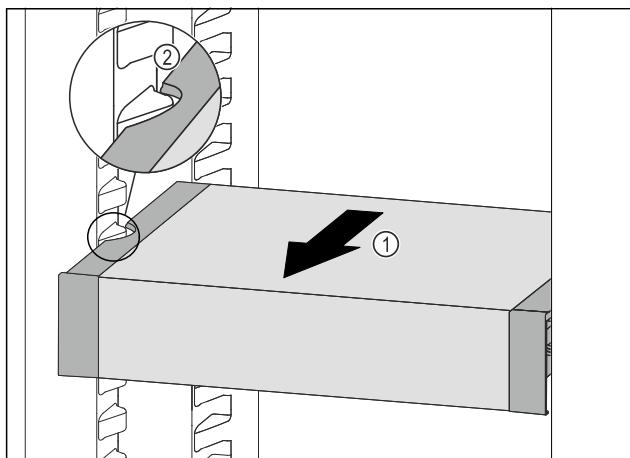

Fig. 125
- ▶ Вытягивайте VarioSafe вперед Fig. 125 (1), пока боковые выемки VarioSafe не окажутся на высоте выступа резервуара в холодильном отделении. Fig. 125 (2)